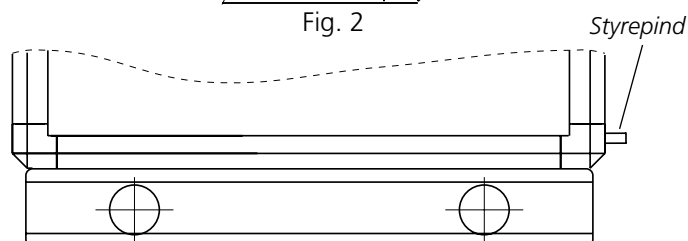

Fig. 3
2. Slå de medleverede styrepinde ind i de eksisterende huller i hjørnet på den ene blokramme. Se fig. 3.